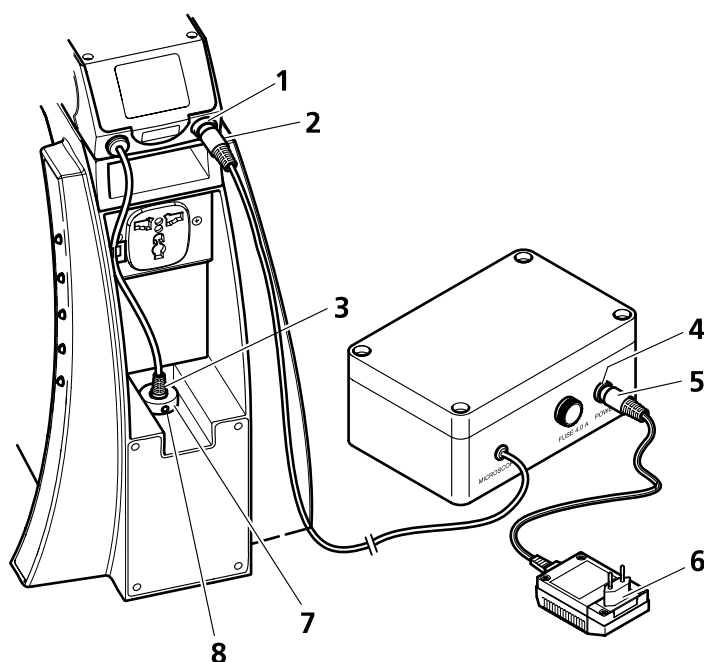

Figura 13 Conectar a unidade de alimentação por acumuladores
- Tirar a ficha (Figura 13/5) do adaptador de alimentação (Figura 13/6) da tomada de conexão (Figura 13/1) do módulo de luz refletida e inseri-la na tomada de conexão da unidade de alimentação por acumuladores (Figura 13/4). A ficha do módulo de luz refletida (Figura 13/3) já está inserida na tomada de conexão do microscópio (Figura 13/7).
- Inserir a ficha (Figura 13/2) da unidade de alimentação por acumuladores na tomada de conexão (Figura 13/1) do módulo de luz refletida para fluorescência.
- Introduzir o adaptador de alimentação (Figura 13/6) numa tomada de corrente da rede.
- Afrouxar o parafuso sem cabeça (Figura 13/8), disposto no lado traseiro, e retirar a ficha (Figura 13/5) do adaptador de alimentação (Figura 13/6) da tomada de conexão (Figura 13/7) do microscópio.
- Introduzir a ficha do adaptador de alimentação na tomada de conexão, situada na unidade de alimentação por acumuladores (Figura 13/4).
- Inserir a ficha da unidade de alimentação por acumuladores (Figura 13/2) na tomada de conexão (Figura 13/7) diposta no estativo e apertar o parafuso sem cabeça (Figura 13/8).
- Inserir o adaptador de alimentação (Figura 13/6) numa tomada de corrente da rede.